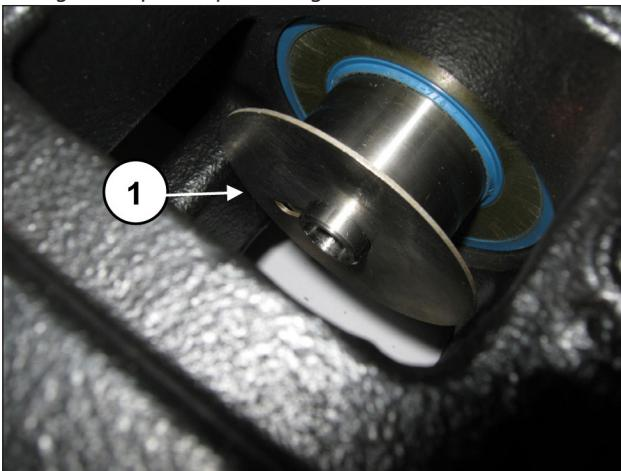

Fig. 156
Colocar los protectores contra salpicaduras en el alojamiento de la guía del pistón (pos. ①, Fig. 156).